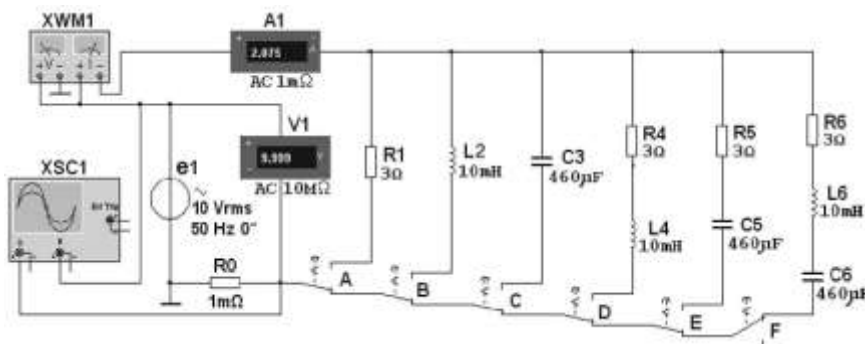

Рисунок 17 – Схема для моделирования
1.1. Собрать схему (рис. 17) цепи на рабочем поле среды MultiSim и установить: